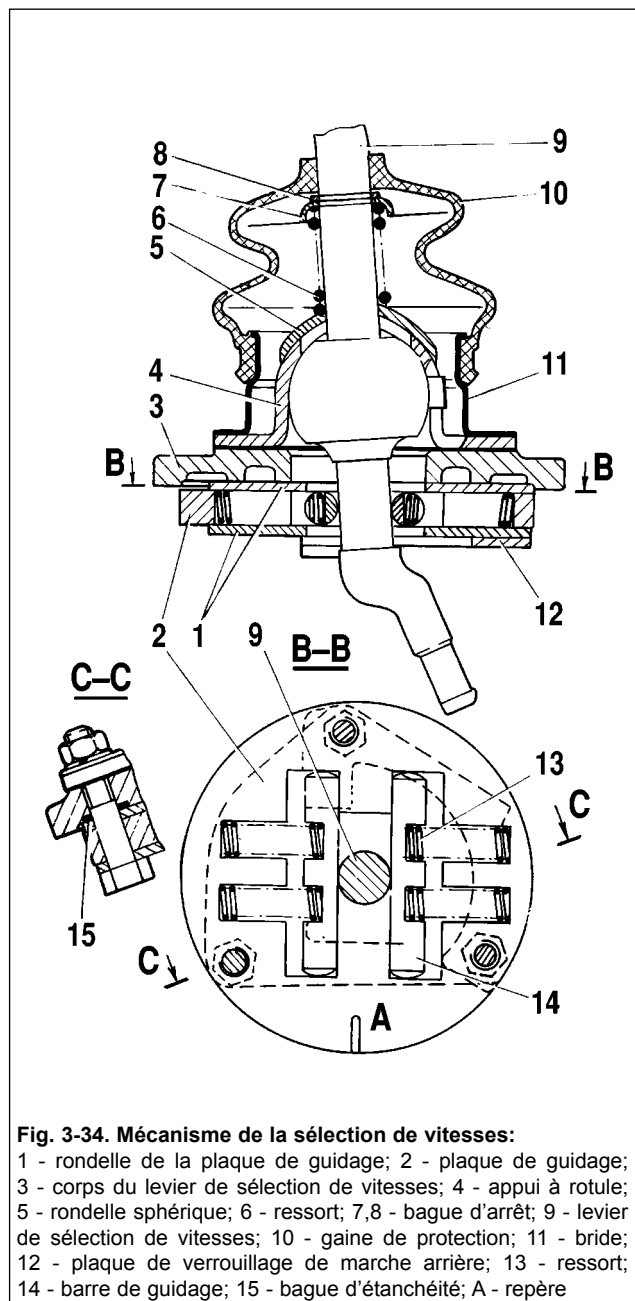

Fig. 3-34. Mécanisme de la sélection de vitesses:
- marquer à l'œil la composition des pièces par rapport au repère A (fig. 3-34) se trouvant sur une plaque de guidage, afin de les rassembler de même manière;